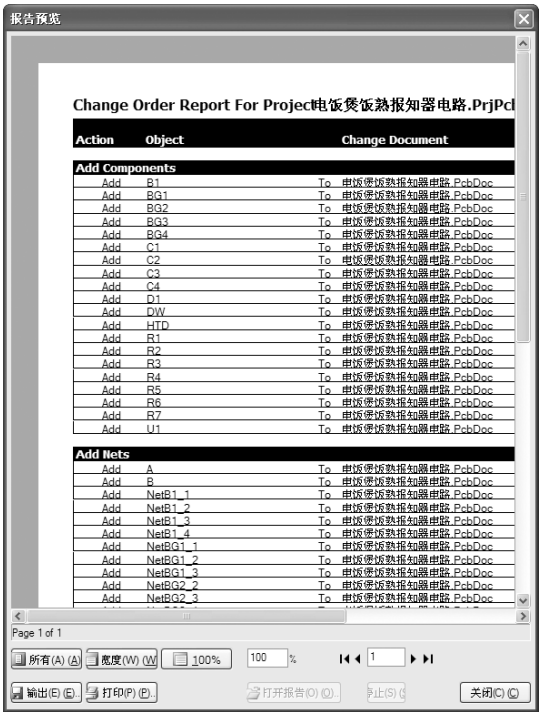

图 8-33 “报告预览”对话框
6) 完成添加后, 单击 **告更改(R)** 按钮, 弹出“报告预览”对话框, 如图 8-33 所示, 显示添加的封装。